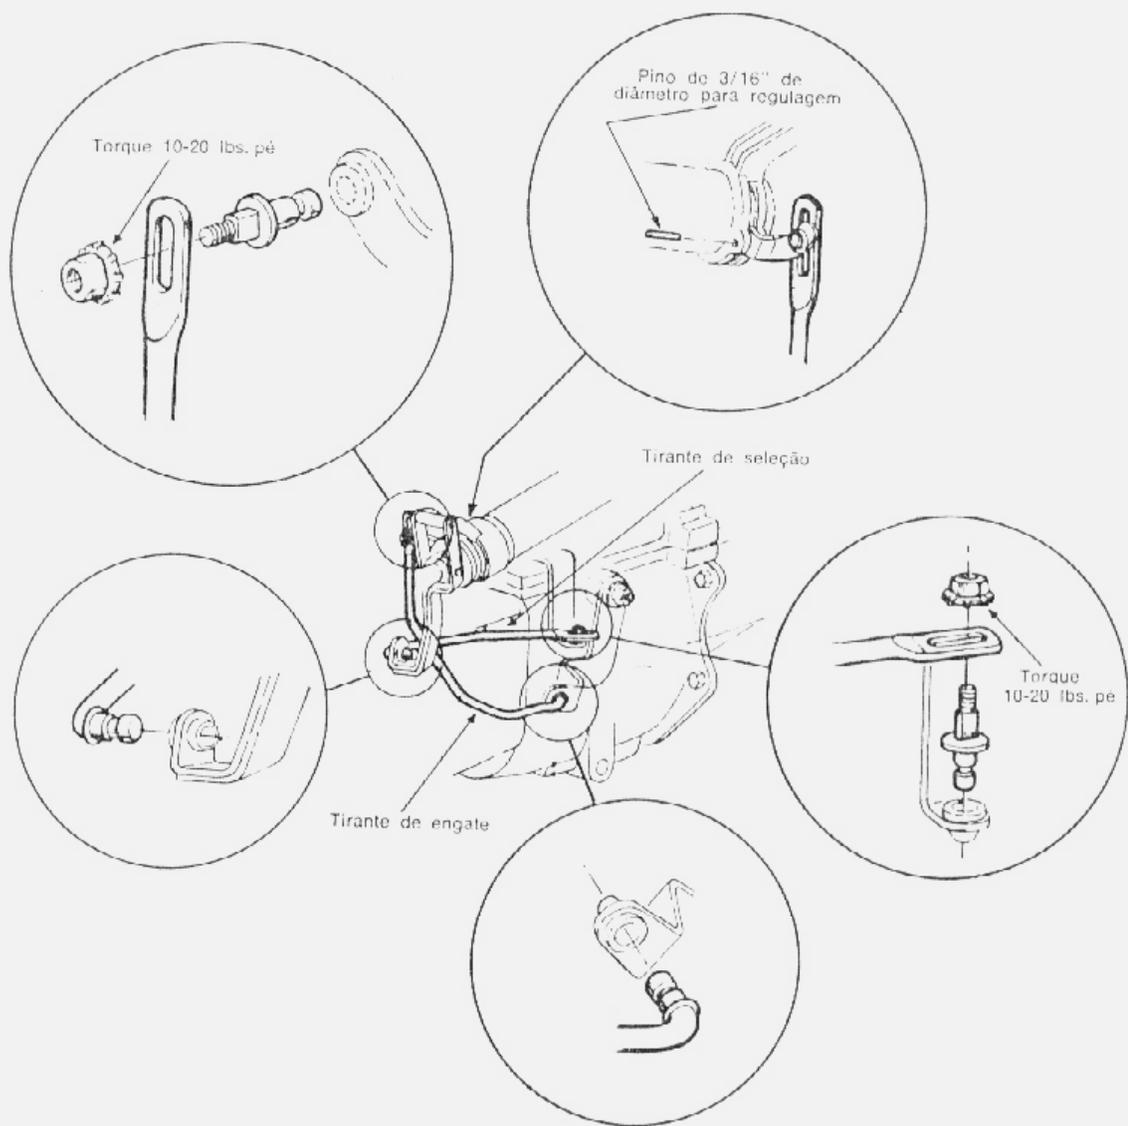

fig. 27 — articulações de comando
1. Encaixar o tirante no braço de seleção da coluna de direção e na alavanca seletora externa da caixa de mudanças. Deixar livre o terminal no furo oblongo do tirante. (fig. 27)